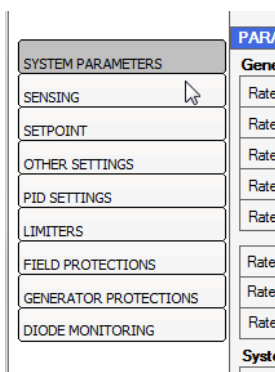

Abb. 5.5.a
- Anwahl der gewünschten Parameter-Gruppe (siehe Abb. 5.5.a).
- Anklicken des zu ändernden Felds und Eingabe des gewünschten Werts. Dieser Vorgang ist für alle zu konfigurierenden Parameter zu wiederholen (siehe Abb. 5.5.b).
- Sobald alle Parameter der gewählten Gruppe eingegeben wurden, die Taste "laufende Seite anwenden" unter dem Konfigurations-Bereich anklicken (siehe Abb. 5.5.c).